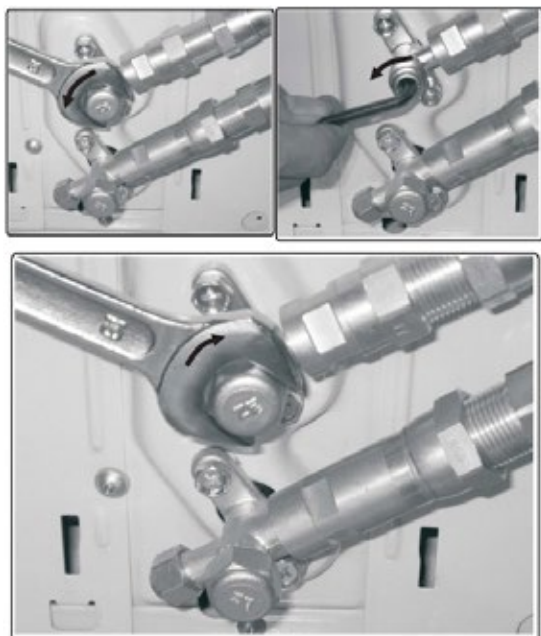

Fig. 6.5
- Entfernen Sie nun die Abdeckung des oberen Ventils mithilfe eines 19-mm-Schraubenschlüssels. Öffnen Sie das Ventil, indem Sie es mit einem 5-mm-Inbusschlüssel so weit wie möglich im Gegenuhrzeigersinn drehen. Das Ventil ist nun offen. Sollte das Ventil nicht vollständig geöffnet sein, so funktioniert das System möglicherweise nicht richtig und kann es beschädigt werden. Schrauben Sie die Abdeckung wieder auf das obere Ventil und ziehen Sie es fest, um sicherzustellen, dass es richtig abdichtet. Siehe Abbildung 6.5.